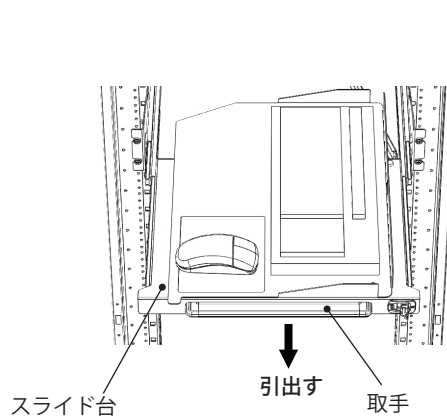

図 12
2. スライド台の取手を持ち、手前に引出してください。(図 12)